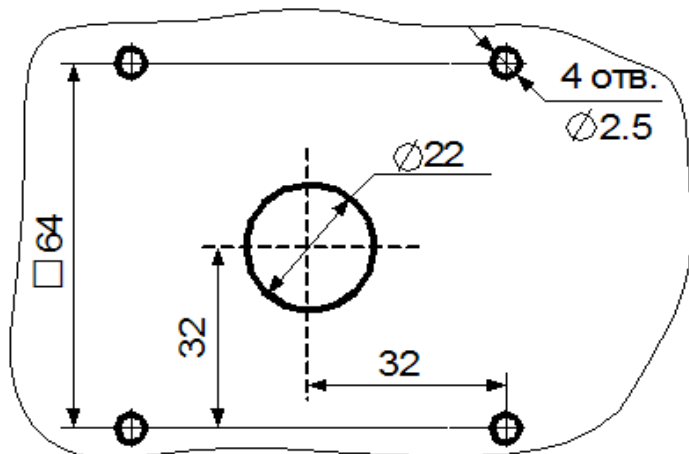

Рис. 4. Чертеж разметки на баке для сверления отверстий для установки датчика.
6.3.1 Датчик монтируется на баке, в котором предварительно сверлят 5 отверстий: одно отверстие $\varnothing 22$ мм для прохода чувствительного элемента датчика (рабочей части датчика) в бак и 4 отверстия $\varnothing 2.5$ мм для крепления датчика на баке. Чертеж разметки на баке для сверления отверстий приведен на рис. 4. Для разметки рекомендуется использовать шаблон для сверления отверстий, входящий в комплект монтажных частей.
- установить до упора изолирующий колпачок на центральный электрод датчика, **выдержав размер выступающей части колпачка не более 3,5 мм** в соответствии с рис. 4 и убедиться, что щели колпачка не закрыты герметиком;